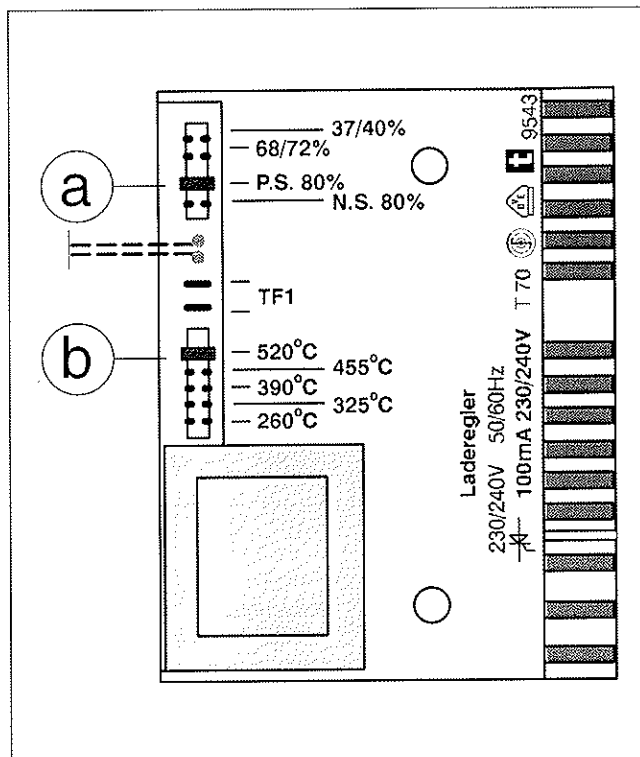

Bild 1: Digitaler Laderegler
- Der Programmstecker am Laderegler (Bild 1, Stecker a) muß auf „P.S. 80%“ gesteckt sein (Werkseinstellung).